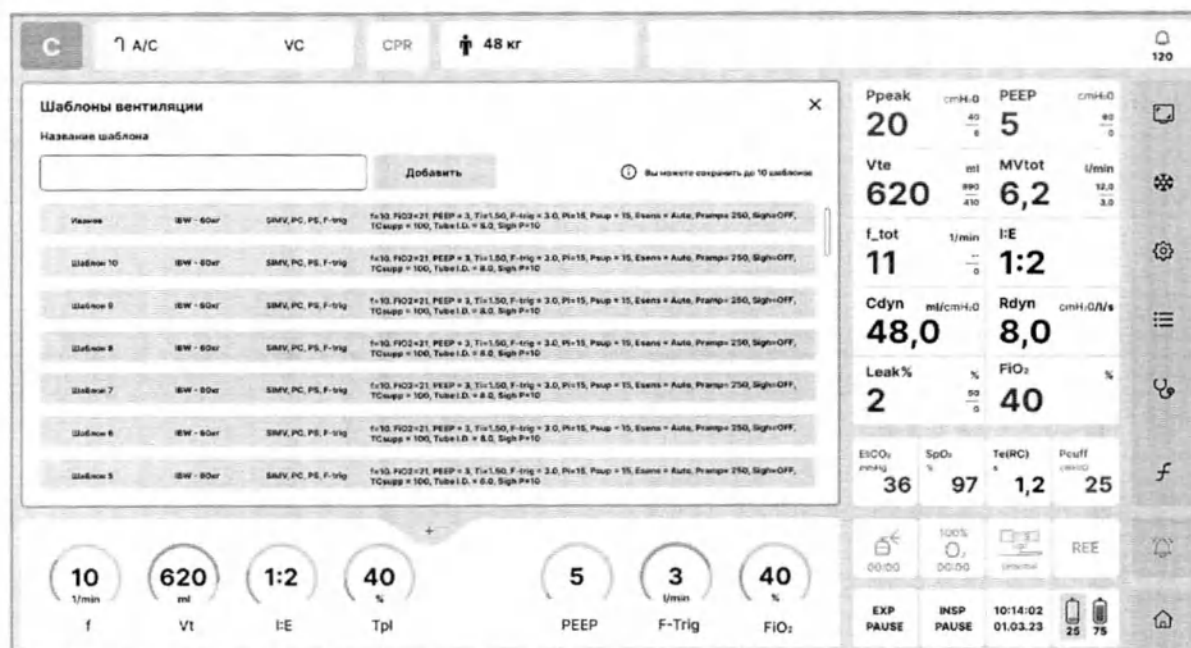

Рисунок 6.10 – Сохранение шаблона вентиляции
- 4 Сохраненный шаблон будет помещен в верхнюю строку списка шаблонов (см. рисунок 6.10). Если список шаблонов был заполнен, самый ранний шаблон будет автоматически удален.